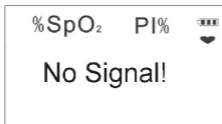

Figura 10 “No Signal” (Nessun segnale)
- Durante il monitoraggio, se la sonda non è collegata al pulsossimetro, sullo schermo compare la scritta “No Signal” (Nessun segnale), come da Figura 10.